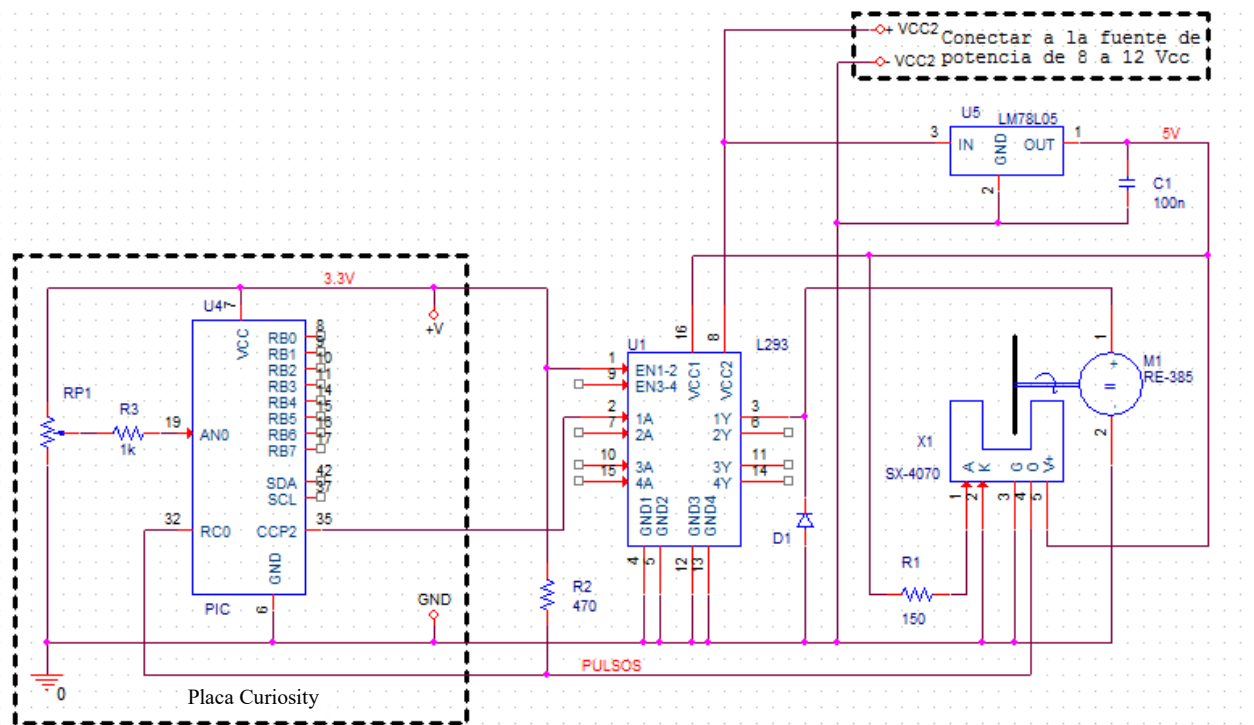
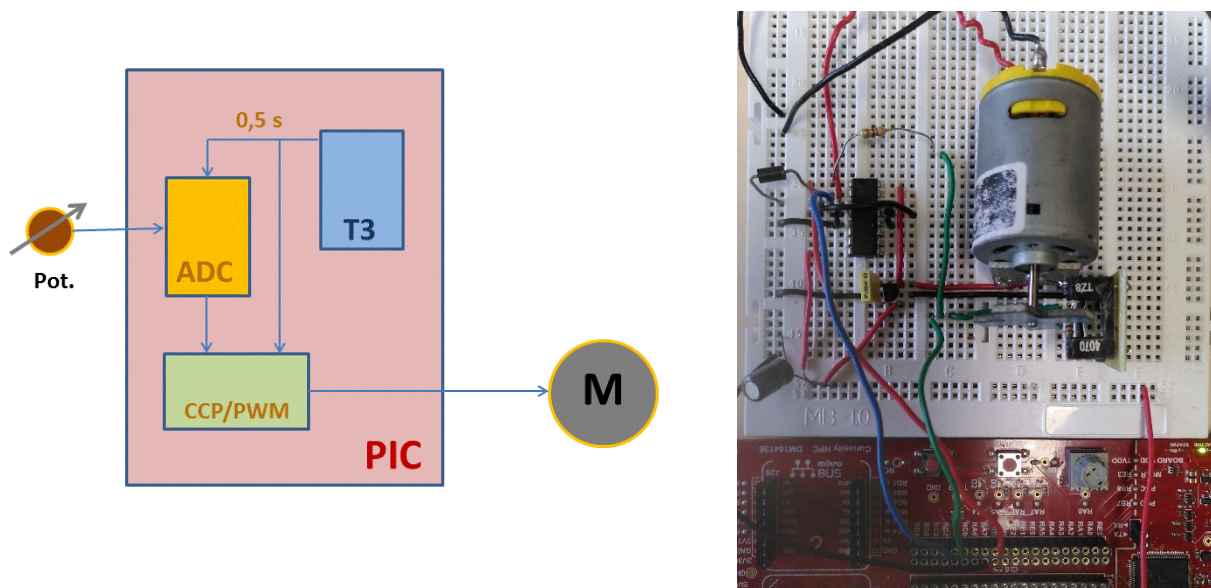
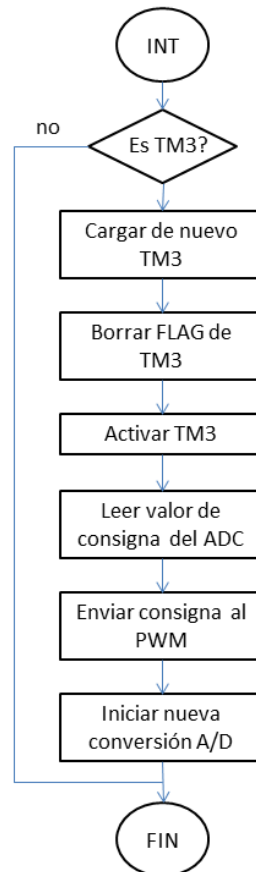

Figura 1. Esquema del montaje con el motor y su *driver*.
Figura 2. Diagrama de bloques y fotografía del montaje del proyecto con el *driver* y el motor.
Figura 3. Diagrama de flujo de la rutina de interrupción.
- Realizar una descripción en bloques funcionales del esquema del montaje de la Figura 1. Utilizar símbolos que representen la funcionalidad de cada elemento (amplificadores, puertas lógicas, relés, etc).
La alimentación al motor será una tensión continua que conmuta entre 0 y VCC2 de forma que la relación entre el tiempo a VCC2 y a 0 V se pueda ajustar. Esta relación la establece el ciclo de trabajo de la señal PWM. En esta práctica, el valor del ciclo de trabajo se determina con la posición del potenciómetro de la Placa Curiosity denominado RP1 en la Figura 1. De esta forma se realiza un control en BA de la velocidad del motor. En la Figura 1 se muestra el esquema del montaje completo y en la Figura 2 se muestran un diagrama de los bloques funcionales y una fotografía del montaje en la placa de prototipos.
Tarea 1.1 Realizar el **montaje** del circuito de la práctica según el esquema de la Figura 1.
Tarea 2.2 Se debe **programar una rutina de interrupción de alta prioridad** asociada a este temporizador. Esta rutina debe temporizar la puesta en marcha y ejecución de la lectura de consigna (salida digitalizada del ADC). La ejecución se debe ajustar al diagrama de flujo de la Figura 3, enviando la consigna a los LEDs en lugar de la unidad PWM que todavía no ha sido configurada.
Realizar el montaje práctico según el esquema de la Figura 1. Incorporar al programa de la Tabla 1 la rutina de inicialización de la señal PWM y completar la secuencia de pasos en la rutina de atención a la interrupción (Figura 3) para que se envíe la consigna al módulo generador de la señal PWM después de leer su valor en el ADC.